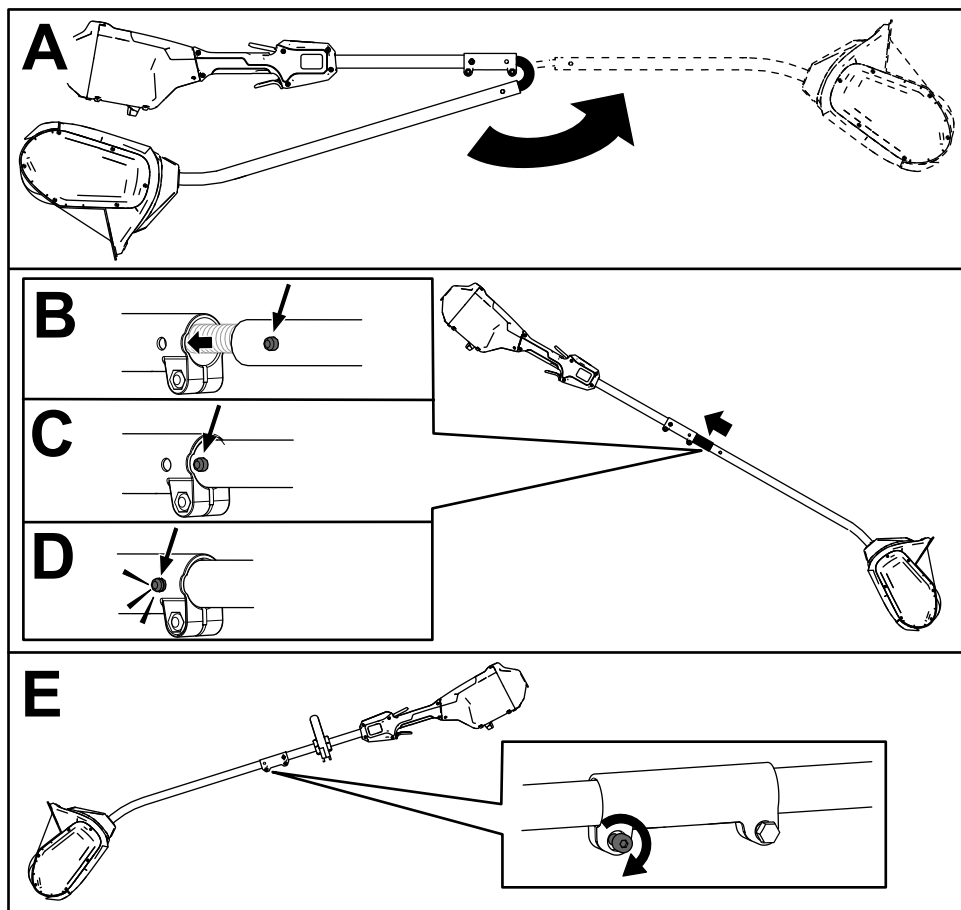

Figure 4
1. Dépliez le manche (A de la Figure 4).
2. Placez le bouton de verrouillage situé sur la moitié inférieure du manche en face du trou situé sur la moitié supérieure, et emboîtez-les 2 moitiés ensemble (B et C de la Figure 4).
Remarque: Le bouton de verrouillage s'enclenche dans le trou quand les deux moitiés du manche sont correctement emboîtées (D de la Figure 4).
3. À l'aide de la clé Allen fournie, serrez la vis sur le connecteur du manche jusqu'à ce qu'il soit bien fixé (E de la Figure 4).